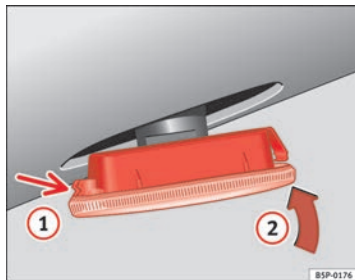

Abb. 223 Seitlicher Blinker
⇒ Seite 291, Abb. 223, Pfeil ①.
- Setzen Sie die Lampe in Pfeilrichtung ② ⇒ Seite 291, Abb. 223 ein. ■